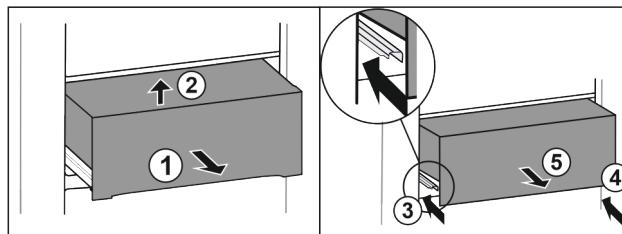

Fig. 32
- Изтеглете чекмеджето наполовина Fig. 32 (1).
- Повдигнете отпред Fig. 32 (2).
- Вкарайте лявата релса Fig. 32 (3).
- Вкарайте дясната релса Fig. 32 (4).
- Извадете чекмеджето напред Fig. 32 (5).